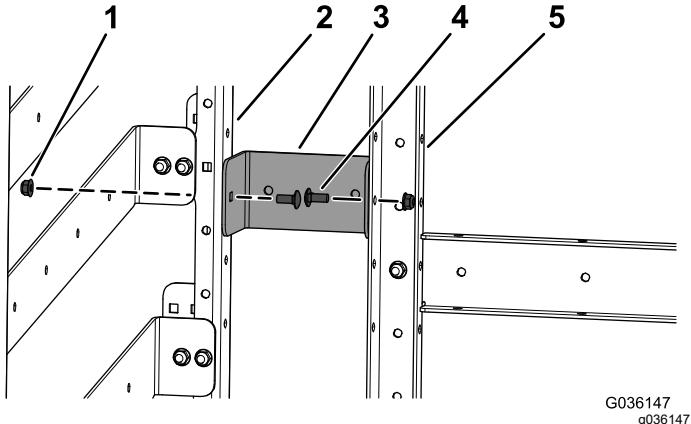
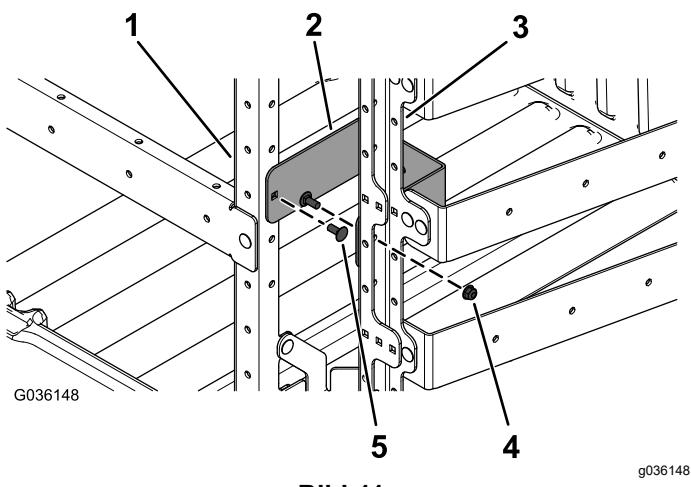

Bild 10
Bild 11
- Befestigen Sie die Befestigung für den Feuerlöscher **oder** die abgewinkelte Halterung mit zwei Schlossschrauben (5/16" x $\frac{3}{4}$ ") und zwei Bundmuttern (5/16") an der aufrechten Rahmenhalterung an der Seite und der aufrechten Rahmenhalterung vorne, wie in Bild 10 oder Bild 11 abgebildet.